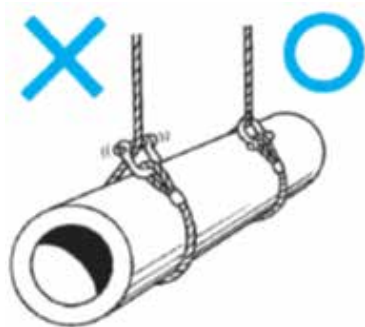

Fig. 3-20 Posición de los grilletes
- Cuando utilice el grillete tipo tornillo, conecte el perno del grillete a las argollas del cable metálico de la eslinga como se muestra en Fig. 3-20.